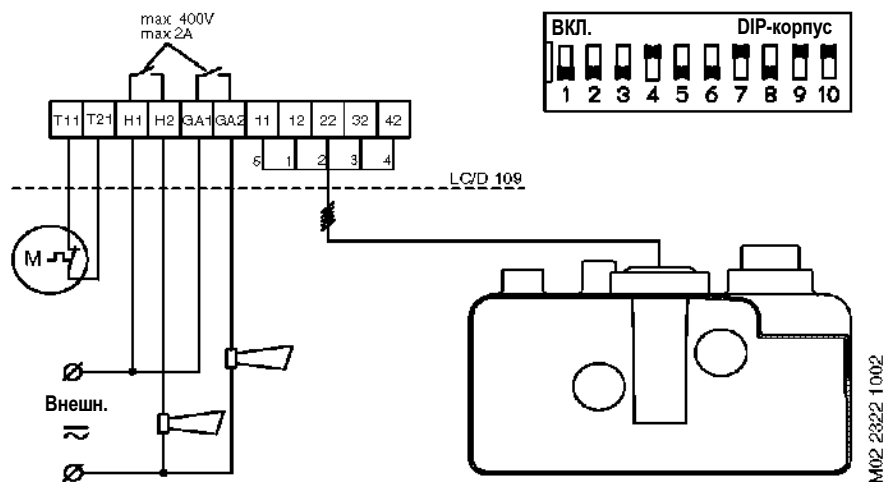

Рис. 4
10. Отсоединить жилы сигнального кабеля, смотрите рис. 4.
3. Присоединить жилы сигнального кабеля, смотрите рис. 4.